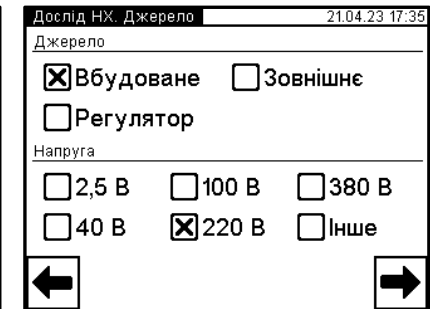

Рисунок 6.16
10) Перейти у вікно "Дослід НХ. Джерело", для чого натиснути на кнопку (рисунок 6.16).
11) Вибрати варіант джерела живлення, для чого натиснути в полі "Вбудоване" в підрозділі "Джерело" (рисунок 6.16).
5) Задати варіант джерела живлення, для чого у вікні "Дослід НХ. Джерело" в підрозділі "Джерело" (рисунок 6.16) вибрати "Зовнішнє", якщо передбачається використання нерегульованого зовнішнього джерела, або "Регулятор" для регульованого джерела.